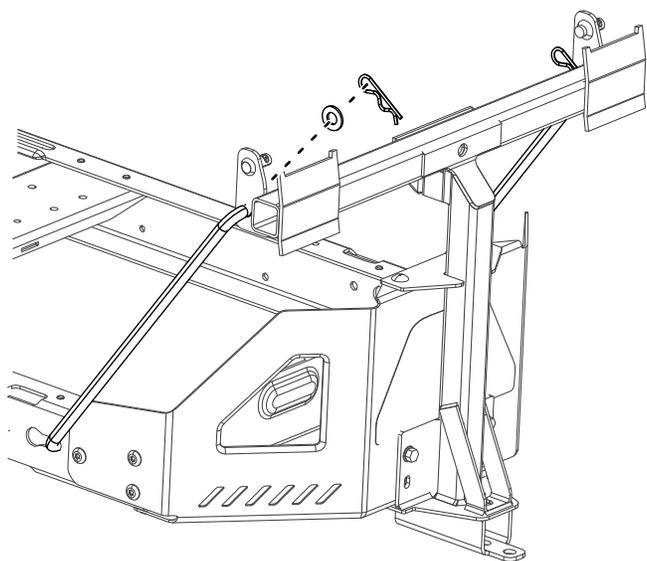

Figura 8
4. Postavite savijeni, prošireni kraj šipke u urez oblika ključaonice na levoj strani rama mašine, pa pomerite šipku unazad da ulegne u ram (Figura 8).
5. Umetnite savijene krajeve șipki u nosač priključka kako je prikazano na Figura 8 pa pričvrstite kraj svake șipke pomoću podloške i rascepke.
2. Montirajte okretni nosače na okretni ram (Figura 8).